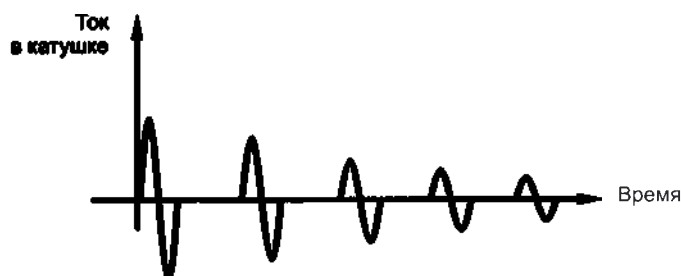

Рис. 5. Бифазный стимул «пачка».
- **Бифазный стимул «пачка»** (только при управлении стимулятором по USB) — бифазная стимуляция, в которой вместо одиночного импульса выдается серия бифазных стимулов с высокой частотой (до 100 Гц) и убывающей амплитудой (рис. 5). Для этого стимула задается амплитуда первого импульса, после выдачи которого остаточная заряд конденсатора используется для генерации следующего стимула.